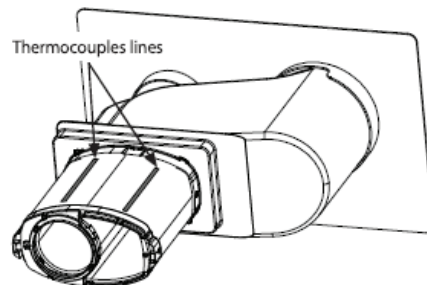

Figure 2: Thermocouple Lines
5. Collez les thermocouples au tuyau à égale distance le long de la ligne illustrée à la figure 2 sur toute la longueur du tuyau. Quatre thermocouples par ligne. Notez que le conduit illustré à la figure 2 est à titre indicatif uniquement. Le conduit réel sera différent une fois étendu.